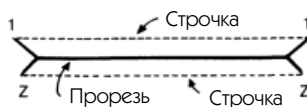

Рис. 527
4. Через изнаночную сторону сделайте на прокладке прорезь вдоль между двумя строчками и наискосок к концам, как показано на рис. 527.
— Через эту прорезь уберите к изнаночной стороне срезы шва на обтачке и мешковину, затем заутюжьте все целиком в правильное положение, сохраняя подогнутыми маленькие треугольники (от 1 до Z, рис. 527).